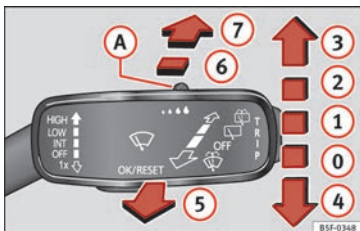

Fig. 138 Palanca del limpiacristales: limpiapuneta.
- Presione la palanca hacia delante hasta la posición 6 » fig. 138. El limpiapuneta debe accionarse en intervalos de 6 segundos.
- Presione la palanca completamente hacia delante hasta la posición 7 » fig. 138. El limpiapuneta y el lavaluneta funcionan simultáneamente. El lavaluneta seguirá funcionando mientras mantenga la palanca en esta posición.